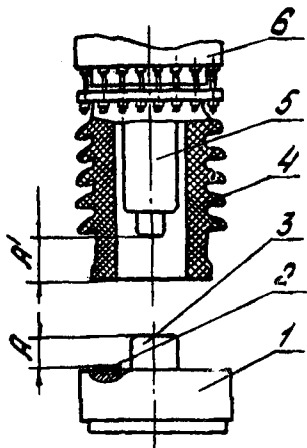

Рис.13. Схема проверки вжима контактов камеры:
13.5. Собрать камеру, проверить вжим контактов А-А' (норма 12 ± 3 мм) согласно схеме рис.13.